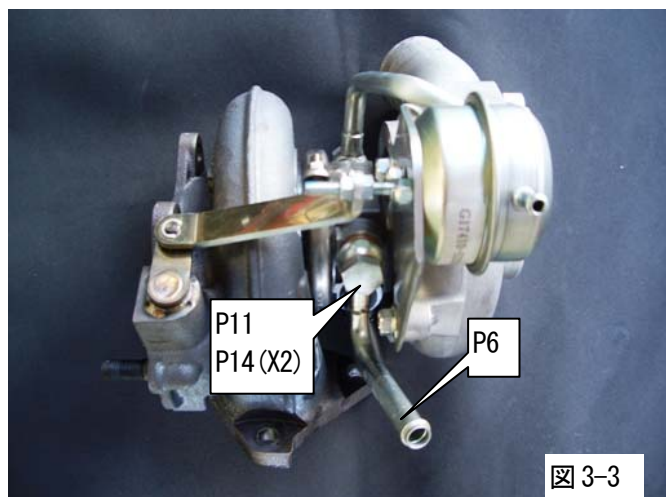

図 3-3
(5) ターボチャージャ Assy にバンジョウNo.1 と純正水冷配管ホースを取付けてください。(図 3-3)